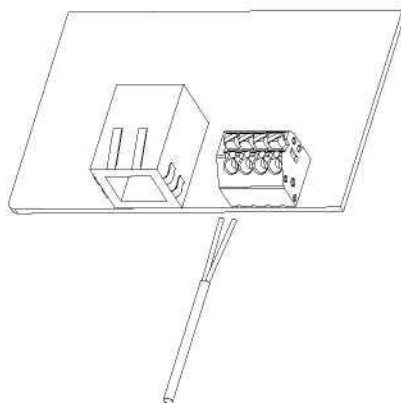

Abbildung 31
1. Für die RS-485-Kommunikation wird ein standardmäßiges Ethernet-Kabel empfohlen. Die Pinbelegungen sind im Folgenden dargestellt. Isolieren Sie den Draht wie in Abbildung 31 gezeigt ab und crimpsen Sie den Kupferdraht an die entsprechende OT-Klemme (gemäß DIN 46228-4, vom Kunden bereitgestellt), wenn das Kabel ein flexibler mehradriger Leiter ist. Das andere Ende des Kabels sollte angeschlossen werden